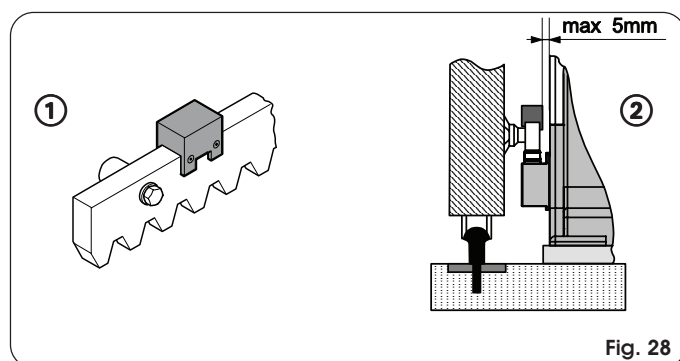

Fig. 28
- Positionner les aimants sur la crémaillère d'après la Fig. 28 Réf ①. Vérifier que la distance entre l'aimant et le corps de l'opérateur soit au max. 5 mm (Fig. 28 Réf. ②).